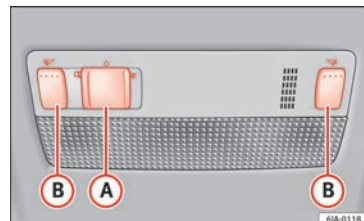

Fig. 50 Iluminação do interior – variante 1.
- Mova o interruptor (A) » Fig. 50 para o lado da lâmpada, e aparece o símbolo ☞.
- Mova o interruptor (A) » Fig. 50 para a posição central O.
- Mova o interruptor (A) » Fig. 50 para o centro da lâmpada, e aparece o símbolo ☞.
- As luzes de leitura ligam-se e desligam-se pressionando o botão (B) » Fig. 50.
Ao estar ativado o comando da iluminação na porta (interruptor **A** » Fig. 50 na posição ) , a luz acende-se: